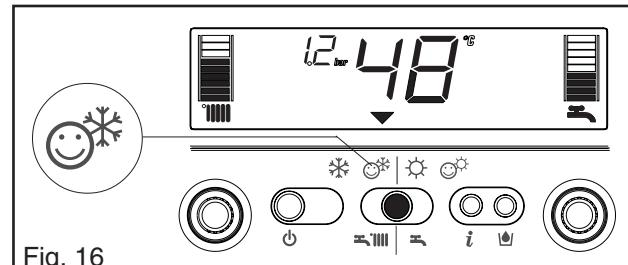

Fig. 16
S.A.R.A. BOOSTER 功能 (Fig. 16)
卫生热水预热功能 (Fig. 16)